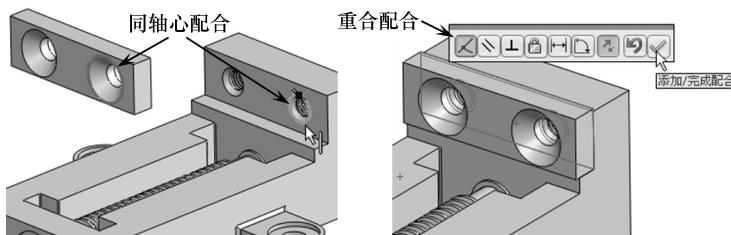

图 7-54 配合钳口板与钳身
- 06 装配钳口板到钳身。装配钳口板时将使用【同轴心】配合和【重合】配合，如图 7-54 所示。